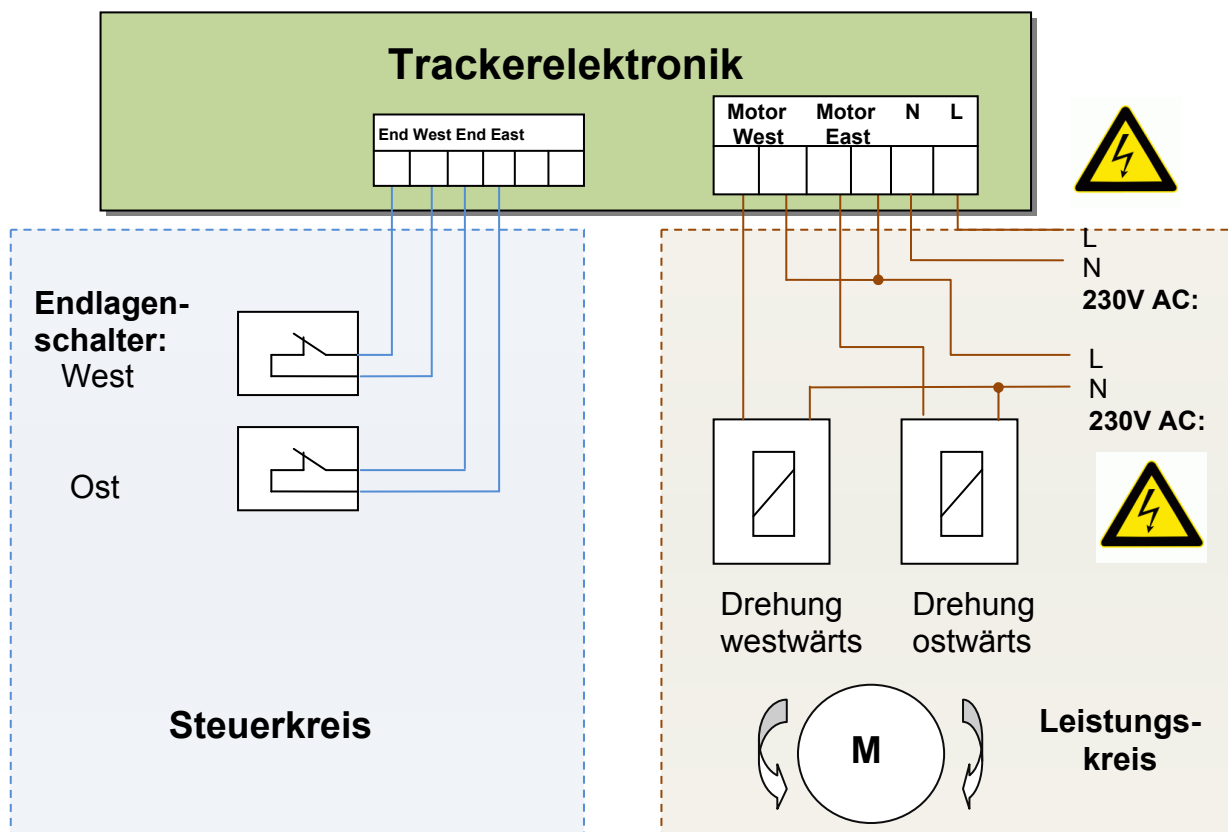

Bild 3: Anschlussschema Trackerelektronik
**Achtung:** Die notwendige Schutzbeschaltung hat an den Schützen zu erfolgen. Ferner sind die Schütze separat abzusichern. Die Bewegung des Trackers wird durch 2 Endlagenschalter (Öffnerkontakte!) begrenzt. Diese sind extern anzuschließen (siehe Schema im Bild 3). Sie greifen hardwaremäßig in die Motoransteuerung ein.